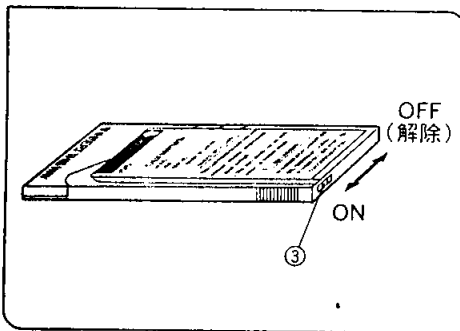

図 35
★通常はライトプロテクト③をONにして、不用意に登録・消去されることを防止することをお勧めします。(図35)